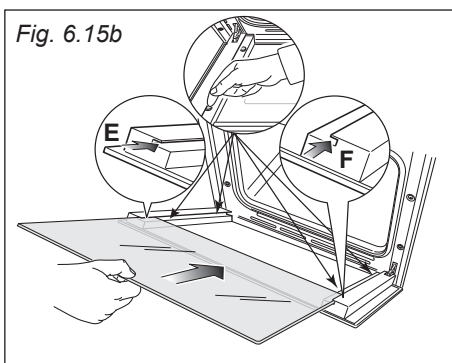

Fig. 6.15c
- Inserire il vetro nelle guide "E" ed "F" (fig. 6.15b) e farlo scorrere dolcemente fino ai fermi "H" (fig. 6.15c).